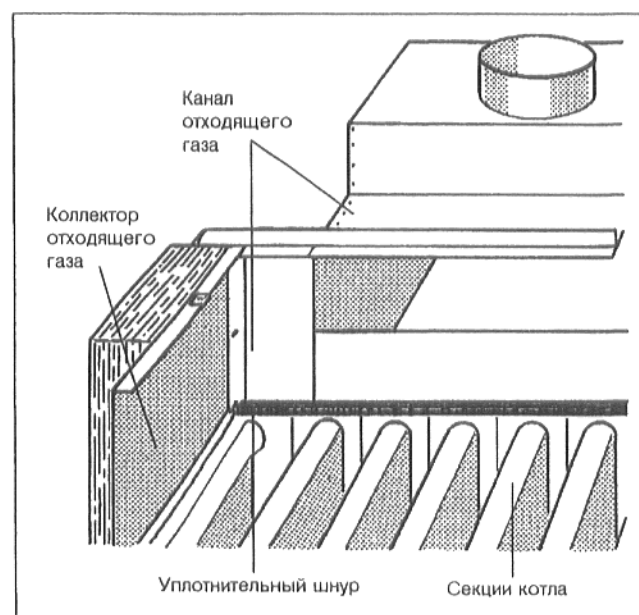

Рис. 7: Герметизация канала отходящего газа G324 XD
- плотно вставить оба отрезка сверху между каналом отходящего газа и секциями котла (Рис. 7).